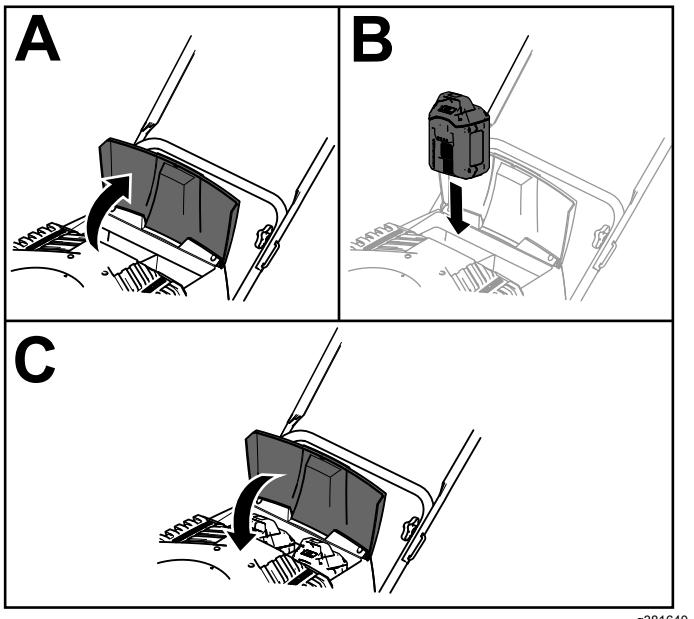

Figura 7
2. Levante la tapa del compartimento de la batería (Figura 7, A).
3. Alinee el hueco de la batería con la lengüeta de la máquina, e introduzca la batería en el compartimento hasta que se enganche en su lugar (Figura 7, B).
4. Cierre la tapa del compartimento de la batería (Figura 7, C).